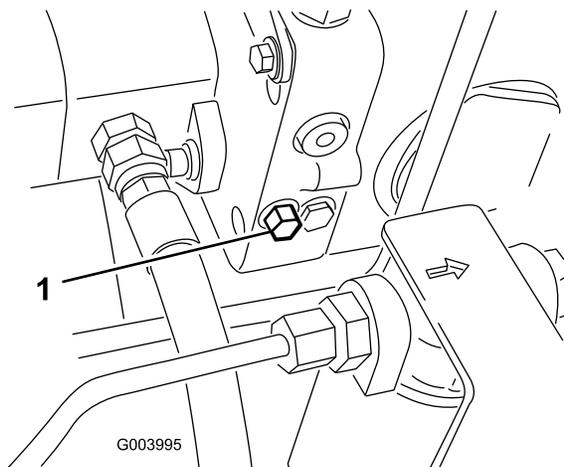

Figura 36
1. La valvola di bypass è situata sul lato sinistro dell'idrostatato (Figura 36). Fate ruotare di un giro e mezzo il bullone per aprire e lasciare bypassare l'olio all'interno. Dal momento che il fluido viene bypassato, potete spostare lentamente la macchina senza danneggiare la trasmissione.